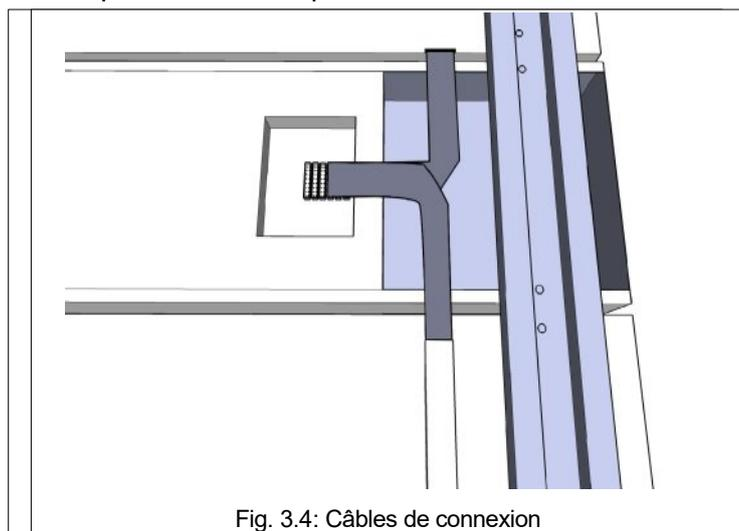

Fig. 3.4: Câbles de connexion
Assurez-vous aussi que le câble plat des différents modules (Fig. 3.4) est libre pour réaliser les connexions requises.
2. Branchez les câbles plats des différents modules aux connecteurs (Fig. 3.3, Fig. 3.4) de la carte électronique qui se trouve à l'intérieur du compartiment électrique. Effectuez un montage ordonné en utilisant les conduits qui se trouvent au verso du tableau pour connecter les modules les plus éloignés. L'ordre de connexion **n'est** pas important: chaque câble peut être branché à l'un quelconque des 6 connecteurs disponibles.